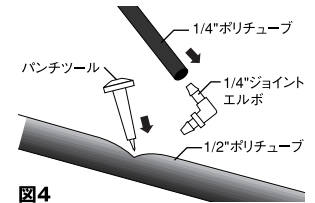

図4
1. プランター付近の1/2"ポリチューブにパンチツールで孔をあけ、その孔に1/4"ポリチューブ用エルボを差し込みます。この時四角い出っ張りがある方をチューブに差し込んでください(図4)。